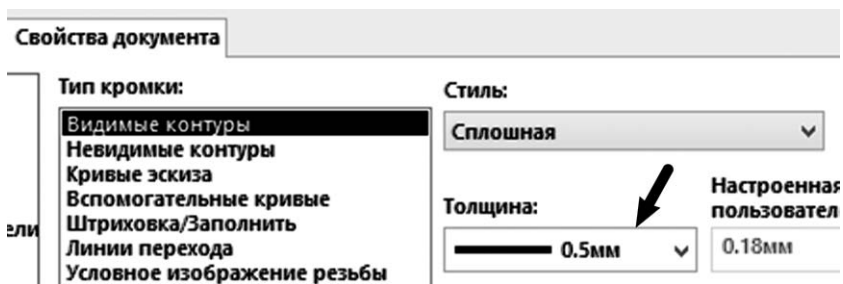

Рис. 1.15
- в группе «Тип кромок» выбираем параметр «Видимые контуры», затем в выпадающем меню «Толщина» выбираем 0,5 мм (рис. 1.15).